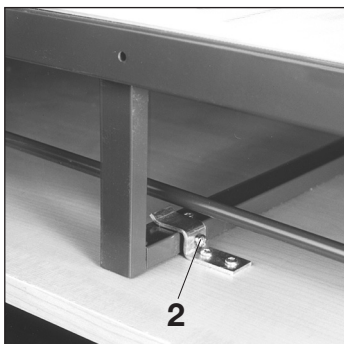

Fig. 12
- Visser les vis cylindriques à tête bombée M4 x 12 mm **2** dans les deux équerre de fixation supérieures de la plaque avant, **fig.. 12**.